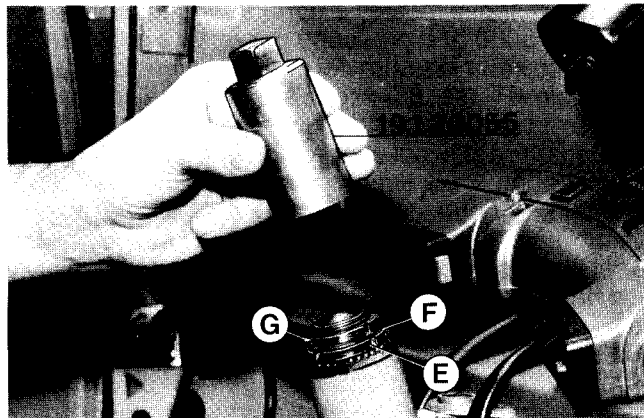

Fig. 89
**Fig. 89 - Ghiera cuscinetto superiore sterzo:** dopo avere alzato il veicolo inserire nel cannotto il tubo sterzo, quindi abbassare il veicolo fino ad appoggiare la ruota anteriore per terra, ingrassare (con grasso **IP Autogrease LZ o FIAT Z2**) la sede inferiore del cuscinetto superiore sterzo e montare le sfere (n. 28) sulla sede. Inserire la sede superiore «E» bloccandola con la specifica chiave 19.1.20055 a  $30 \div 40$  Nm ( $3 \div 4$  Kgm), la rondella freno «F» e la ghiera «G» bloccandola a  $50 \div 60$  Nm ( $5 \div 6$  Kgm). Alzare nuovamente il veicolo da terra e controllare che lo sterzo ruoti liberamente.